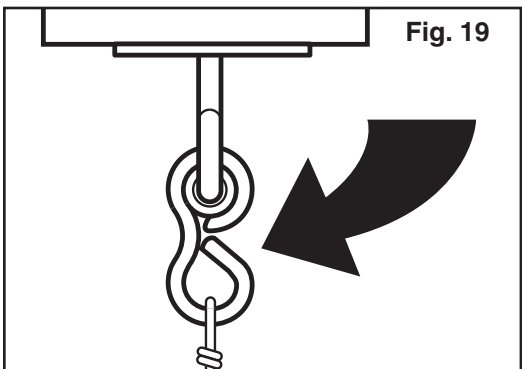

Fig. 19
3. Hang the chains from the nylon bushing swing hangers. Crimp the hook opening closed with a pliers to secure the chains to the swing hangers (Fig. 19). Make sure all connections are tightly crimped and secure before using swing seat.
4. Hang the chains from the nylon bushing swing hangers. Crimp the hook opening closed with a pliers to secure the chains to the swing hangers (Fig. 19). Make sure all connections are tightly crimped and secure before using Iron Man Rings.
3. Cuelgue las cadenas de los colgaderos del columpio con empaques de nailon. Apriete la abertura de los ganchos con alicates para asegurar las cadenas a los colgaderos del columpio (Fig. 19). Asegúrese de que todas las conexiones estén bien apretadas y ajustadas antes de usar el asiento del columpio
4. Cuelgue las cadenas de los colgaderos del columpio con empaques de nailon. Cierre a presión la abertura de los ganchos con un alicate para asegurar las cadenas a los colgaderos del columpio (Fig. 19). Asegúrese de que todas las conexiones estén bien cerradas a presión y seguras antes de usar los Iron man Rings.
3. Suspendez les chaînes aux supports de balançoire à douilles de nylon. Pliez le crochet à l'aide d'une pince pour fixer les chaînes aux supports de balançoire (fig. 19). Assurez-vous que tous les raccords soient bien refermés et fixés avant d'utiliser le siège de la balançoire.
4. Suspendre les chaînes aux supports de balançoire à douilles de nylon. Pliez le crochet à l'aide d'une pince pour fixer les chaînes aux supports de balançoire (Fig. 19). Assurez-vous que tous les raccords sont bien refermés et en place avant d'utiliser le Iron man Rings.